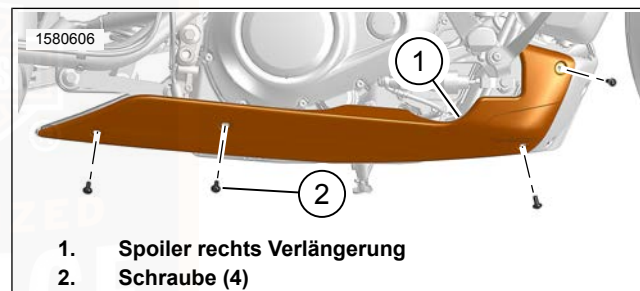
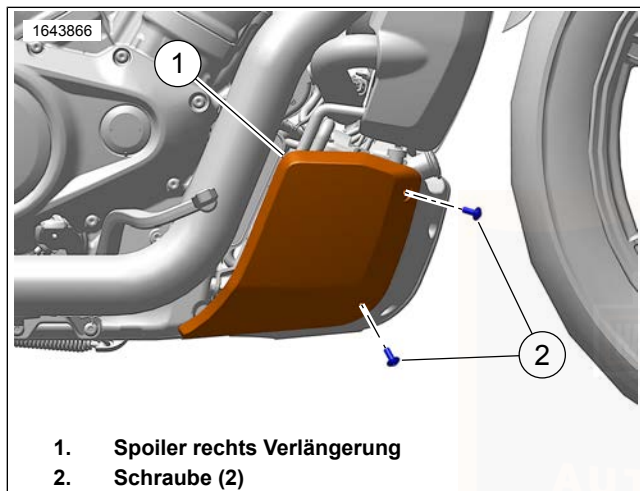

Abbildung 87. Spoiler Rechte Verlängerung (Lang)
Abbildung 88. Spoiler Rechte Verlängerung (Lang)
1. Siehe Abbildung 87 und Abbildung 88. Schrauben (2) entfernen.
2. Spoiler rechte Verlängerung (1) ausbauen.
1. Siehe Abbildung 87 und Abbildung 88. Spoiler rechte Verlängerung (1) einbauen.
2. Die Schrauben (2) anbringen. Festziehen.